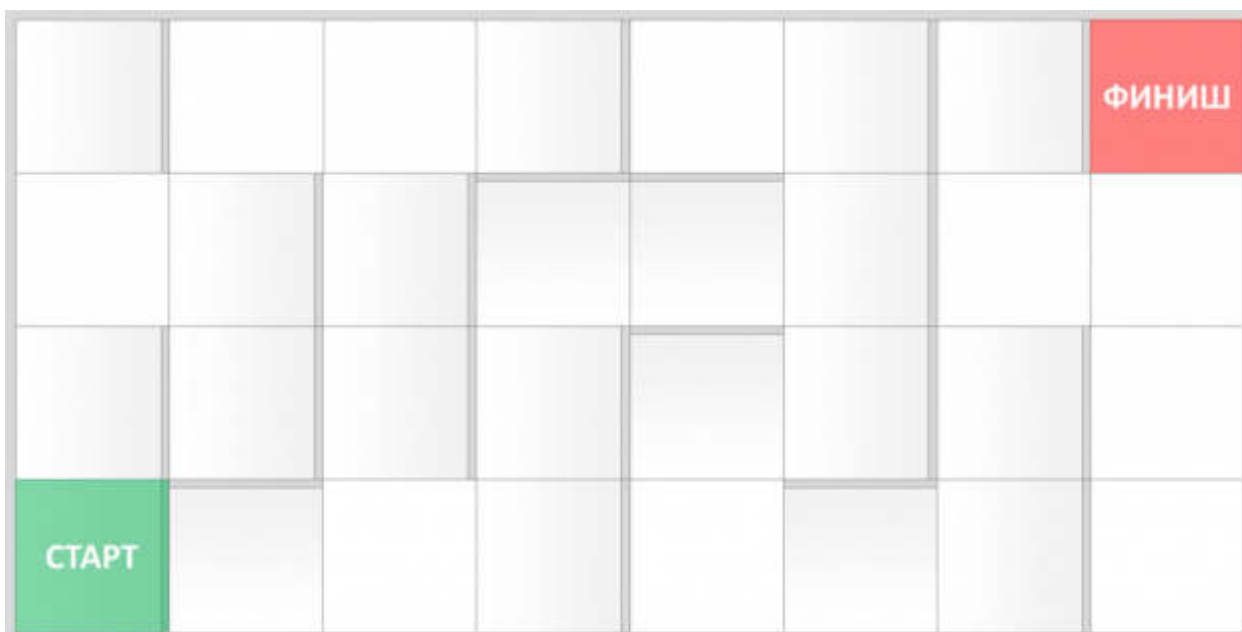

Рис. 1. Пример расстановки стенок лабиринта
1.1.5. Перед каждым раундом после периода отладки объявляется вариант расположения стенок лабиринта (Рис. 1).
1.2.1. Перед началом попытки робот выставляется в зоне «Старт» так, чтобы все касающиеся поля части робота находились внутри этой зоны (Рис. 1, зеленая клетка), затем включает робота и выбирает программу.